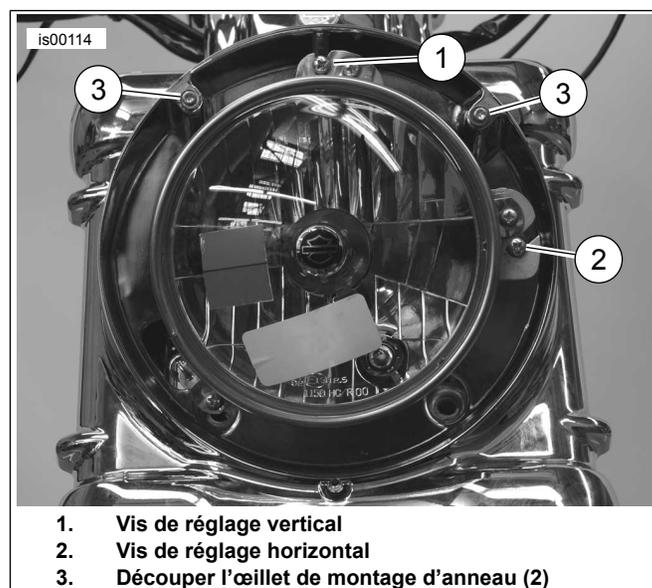

Figure 8. Réglage du phare
- a. Voir Figure 8. Relever ou abaisser le faisceau de phare selon les besoins en tournant la vis de réglage vertical (1). Tourner la vis dans le sens horaire pour relever le faisceau et dans le sens antihoraire pour abaisser le faisceau.
- b. Régler le faisceau de phare vers le gauche ou vers la droite selon les besoins en tournant la vis de réglage horizontal (2). Tourner la vis dans le sens horaire pour régler le faisceau vers la droite et dans le sens antihoraire pour le régler vers la gauche.